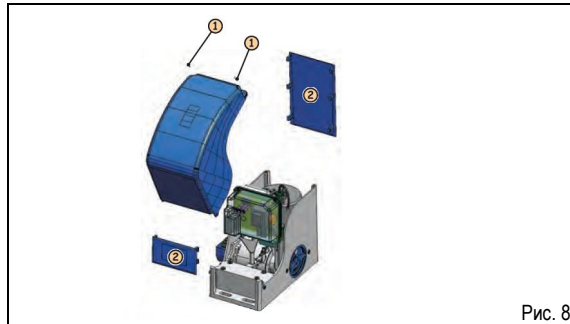

Рис. 8
- 1 Снять защитный кожух, выкрутив два верхних винта (рис. 8, поз. 1).
- 3 Снять две боковых защитных крышки (рис. 8, поз. 2).